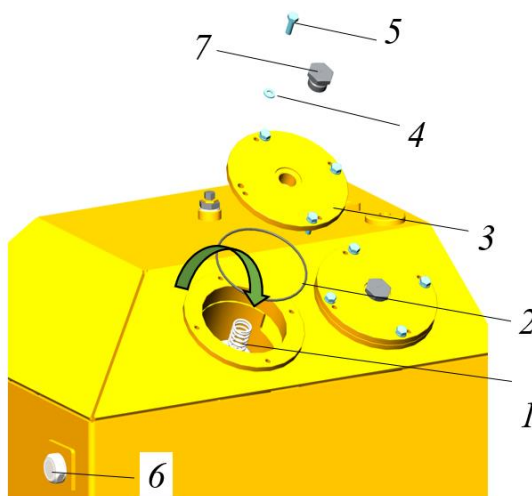

Рисунок 5.95. Процедура заправки бака гидравлическим маслом
- Ключом  на 17 выкрутить болты 5, снять шайбы 4, извлечь крышку 3 по направлению вверх, см. рис. 5.95.